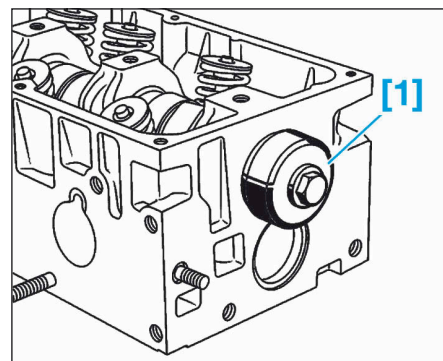

FIG.51
- [1]. Outil de remontage du joint à lèvres côté roue dentée de distribution (référence : Mot.1127-01) (Fig.51).
- Serrer les vis (1) de la bride d'arbre à cames au couple prescrit.
- Si elle a été déposée, reposer la vis (3) avec une goutte de frein-filet étanche.
- Reposer un bouchon d'étanchéité neuf (2).
- A l'aide de l'outil [1], reposer un joint neuf de sortie d'arbre à cames (Fig.51).